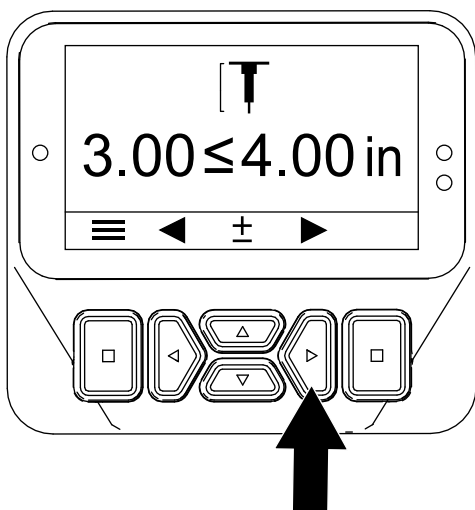

Figura 47
4. Apăsai butonul dreapta pentru a afișa ecranul Setting the Hole Depth (Setare adâncime gaură) (Figura 47).